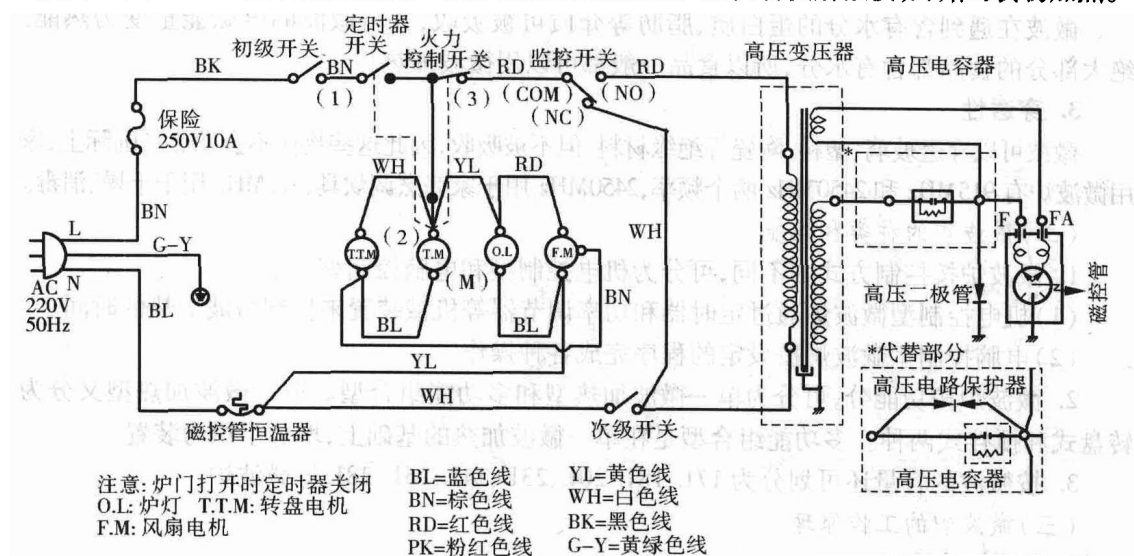
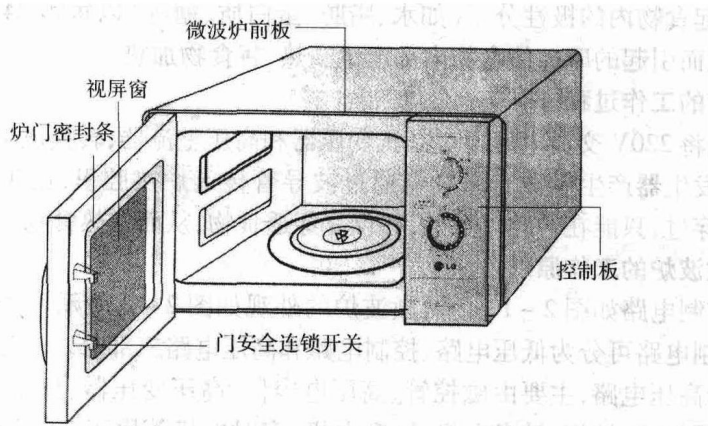
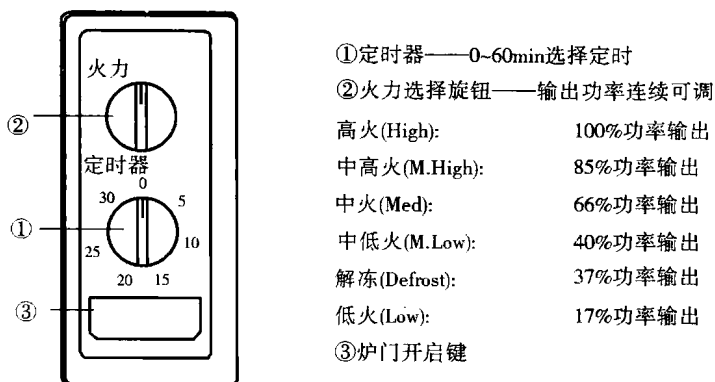

图 2-1 WP700 (MS-2040) 电路图
图 2-2 外观结构图
图 2-3 格兰仕 WP800 型微波炉控制面板说明
微波炉控制电路如图 2-1 所示,微波炉的外观如图 2-2 所示,控制面板如图 2-3 所示,微波炉控制电路可分为低压电路、控制电路和高压电路三部分。高压变压器次级绕组及之后的电路为高压电路,主要由磁控管、高压电容器、高压变压器、高压二极管、高压保险管等组成,变压器初级、炉灯、转盘电机、风扇电机、定时电机等属于 220V 低电压电路;初级门锁开关、次级门锁开关、监控开关、磁控管自复位热断路器、定时器开关、火力控制开关等属于控制电路。磁控管是微波炉的心脏,微波就是由它产生并发射出来的。
(7)控制板——格兰仕 WP800 型微波炉控制面板如图 2-3 所示。